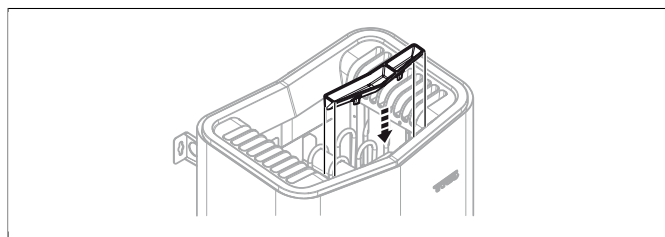

Fig 9: Montage de la du bac à parfum/de l'humidificateur
8. Monter la coupelle à herbes/l'humidificateur (cf. **Fig 9**, page 4).